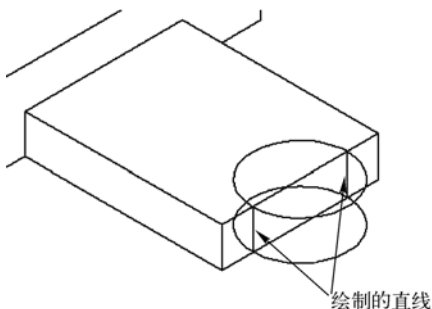

图 8-145 绘制两条轮廓线
18) 绘制两条直线段。单击“绘图”工具栏中的“直线”按钮，绘制如图 8-145 所示的两小段直线段。